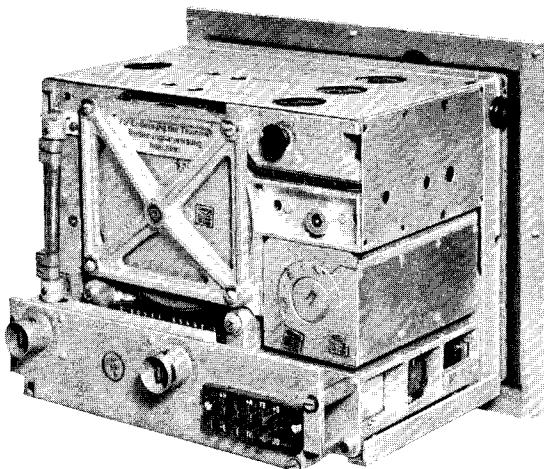

Abb. 9: Empfänger (Innenaufbau)
30. In der Mitte des Oberteiles befindet sich die Spulentrommel, um die herum sich die einzelnen Schotts der Stufen gruppieren (vgl. Abb. 9). An der Rückwand oben sind die Röhrenzieher eingeschraubt. Die Schotteeinteilung ist folgende: